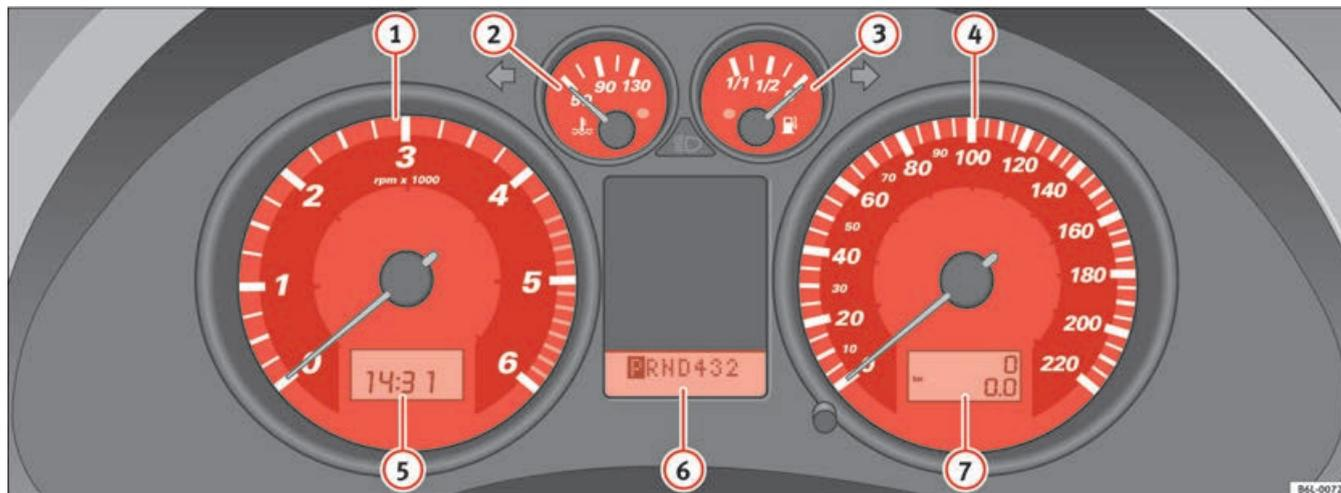

Fig. 32 Dettaglio della plancia portastrumenti: plancia portastrumenti
Quando la lancetta del contagiri entra nel settore rosso ⇒ pag. 56, fig. 32 ①, significa che il motore, rodato e caldo, ha raggiunto il numero di giri massimo per la marcia inserita. Si consiglia quindi, prima di raggiungere tale settore del contagiri, di passare alla marcia immediatamente superiore o di mettere la leva selettoria nella posizione D oppure di ridurre la velocità.
- Ruotando il pomello di regolazione ⇒ **pag. 56, fig. 32**  verso sinistra (fino al riscontro), si regolano le ore. Ogni volta che si fa ruotare il pomello verso sinistra (senza tenerlo fermo in quella posizione), l'orologio va avanti di un'ora.